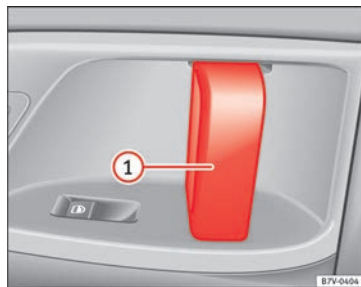

Fig. 134 En la puerta corrediza: manecilla de la puerta ①.
Abbr la puerta corrediza desde el interior.	Con la puerta corrediza desbloqueada, abra la puerta por completo tirando de la manecilla interior de la misma » fig. 134 ① .